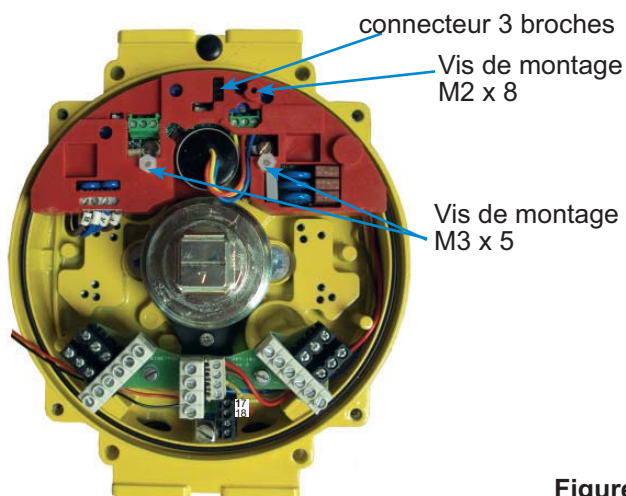

Figure 12
- Aligner les 3 broches sur le connecteur (**cf figure 12 p9**) et insérer le circuit